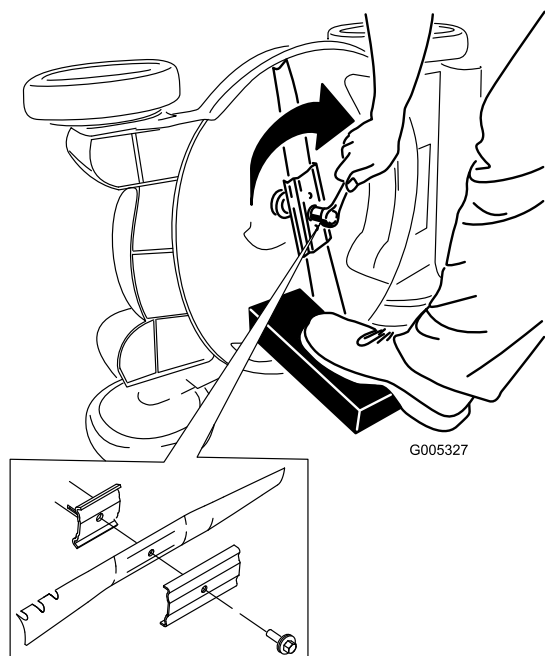

Figura 47
5. Instale la cuchilla nueva y todos los herrajes de montaje (Figura 47).